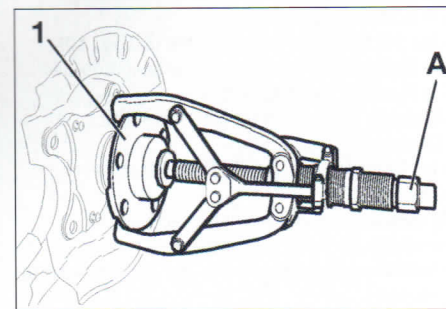
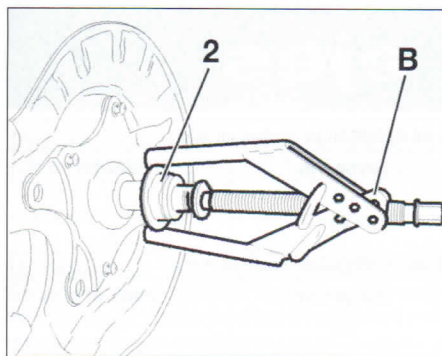

FIG. 18
FIG. 19
- Colocar un extractor (A) (fig. 18) de tipo Facom U20B.
- Desmontar el conjunto rodamiento-cubo (1).
- Colocar un extractor (B) (fig. 19) de tipo Facom U35P.
- Desmontar la pista de rodamiento (2).